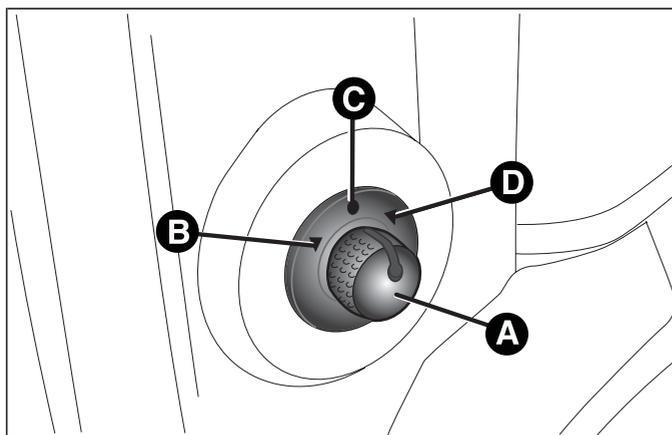

fig. 24
- selezionare mediante il deviatore A fig. 24 lo specchio desiderato (destro o sinistro);